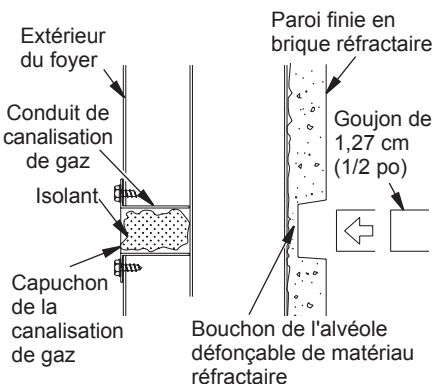

Figure 21 - Alvéole défonçable de la canalisation de gaz
1. Enlevez l'alvéole défonçable sur le mur réfractaire ou le mur de brique situé au-dessus du plancher de l'âtre réfractaire. L'alvéole défonçable doit être frappée solidement avec un objet dur comme un goujon de 1,27 cm (1/2 po) jusqu'à ce qu'elle cède. Enlevez le matériau réfractaire brisé (voir figure 21).